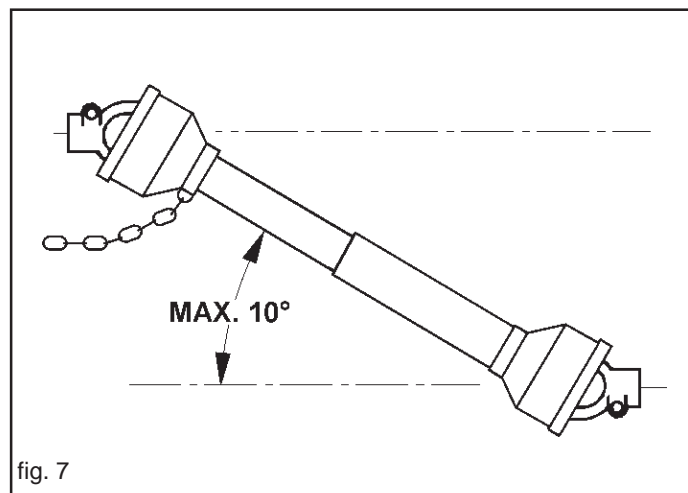

fig. 7
- 12) Desactivar, siempre, la toma de fuerza cuando el árbol cardán realiza un ángulo demasiado abierto (nunca por encima de los 10 grados - Fig. 7) y cuando no se utiliza.